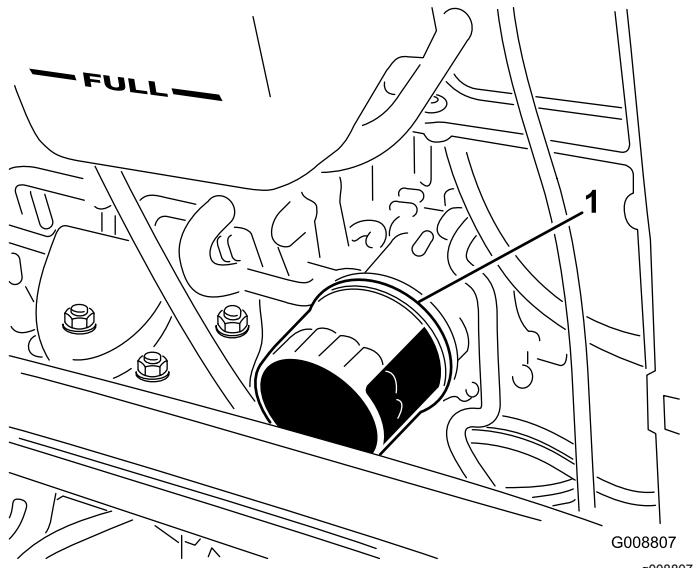

图 53
2. 拆下机油滤芯 图 53。在新的滤芯密封条上涂上薄薄一层干净油然后再拧上。不要上得过紧。